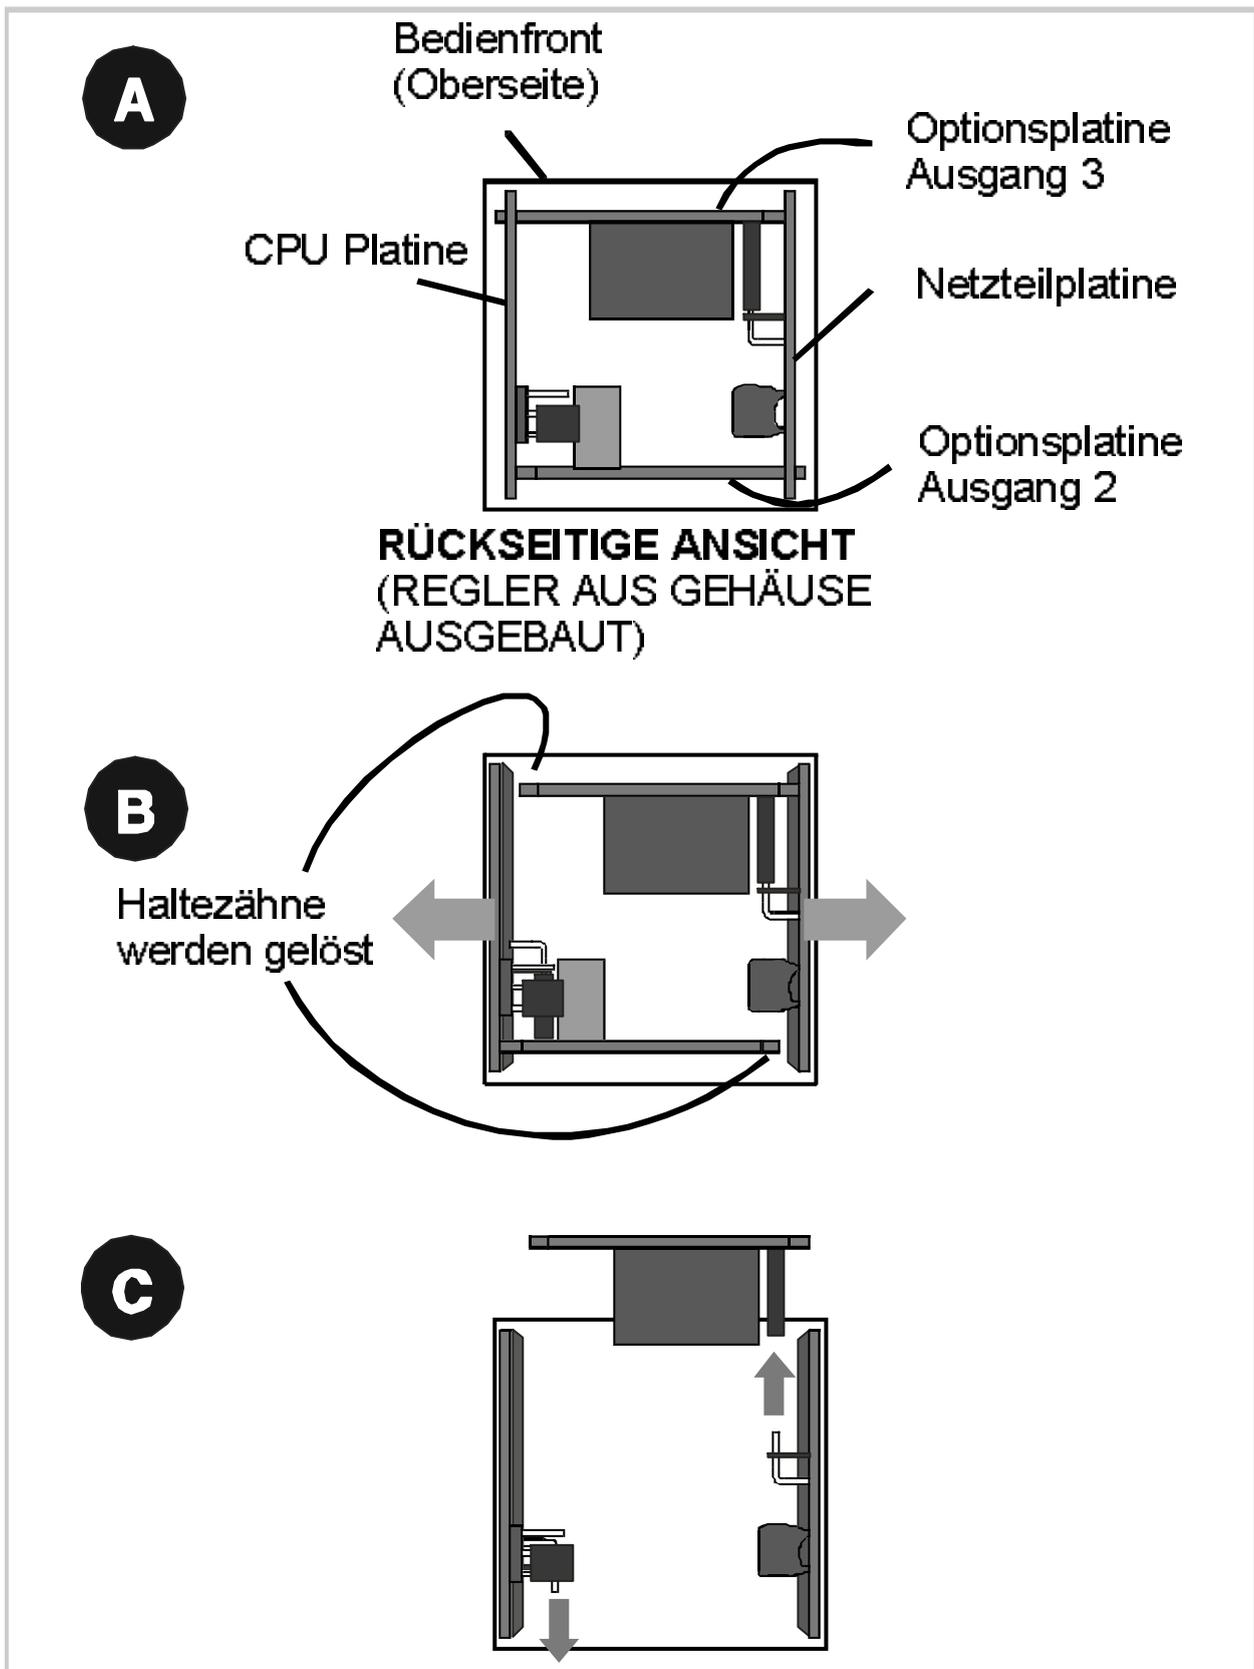

Abb.: 2-2 Optionsplatine Ausgang 2/Ausgang 3 entfernen
2. Ziehen Sie die gewünschte Platine (Ausgang 2 oder Ausgang 3) vorsichtig aus der zugehörigen Steckerleiste (Ausgang 2-Platine ist mit der Steckerleiste der CPU-Platine verbunden, Ausgang 3-Platine mit der Steckerleiste der Netzteil-Platine - siehe Abb.: 2-2 C. Vermerken Sie die Lage der Platine zum späteren Wiedereinbau.